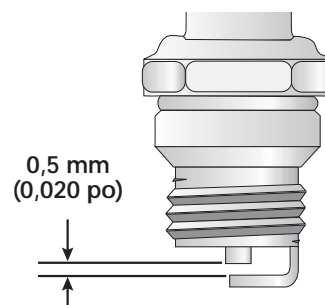

Fig. 55
3. Remplacez toute bougie fendillée, encrassée ou sale. Réglez l'écartement à **0,5 mm (0,020 po)** à l'aide d'une jauge d'épaisseur (Fig. 55).